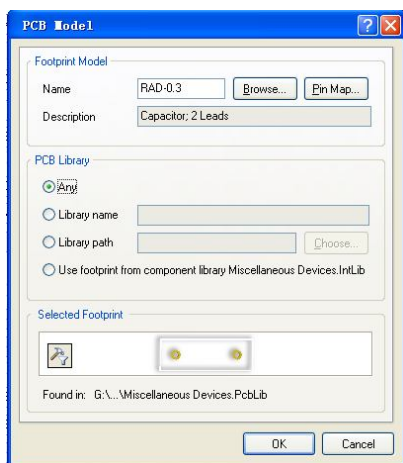
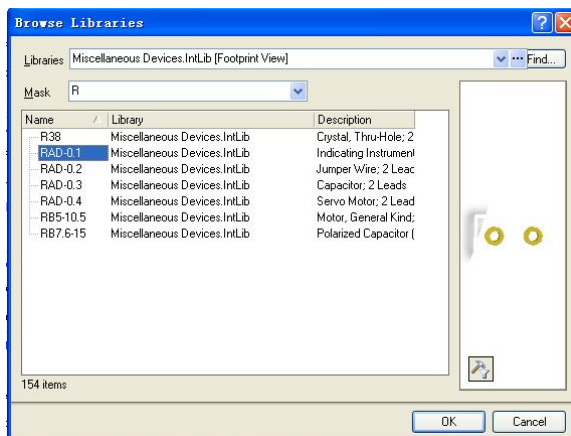

图 7-10 PCB Model 选择对话框
图 7-11 Browse Libraries 对话框
2) 单击 Edit 按钮，弹出 PCB Model 对话框，如图 7-10 所示，在 PCB Library 栏，选中单选按钮 Any；在 Footprint Model 栏，单击 Browse 按钮，弹出 Browse Libraries 对话框，如图 7-11 所示，在 Mask 文本框内输入 R，下面就列出所有以 R 开头的封装，选择 RAD-0.1 的封装，单击 OK 按钮，将电容 C1 封装改为 RAD-0.1。